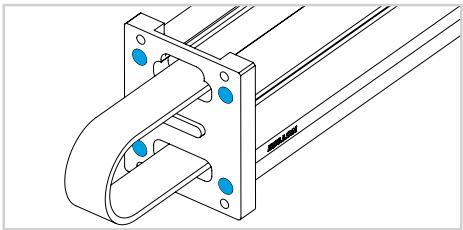

図 15
- 15)4 本のネジを緩めて接続プレートを取り外します(図 15)。